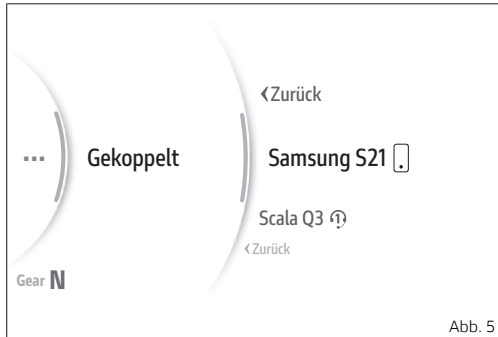

Abb. 5
- Im „Interactive Menu“ über die Tasten (1) und (2) die Angabe „Einstellungen“ markieren, dann auf ENTER (3) drücken.
- Die Angabe „Bluetooth“ markieren, dann auf ENTER (3) drücken.
- Die Angabe „Gekoppelte Geräte“ markieren, dann auf ENTER (3) drücken.
Die gekoppelten Geräte werden aufgelistet (Abb. 5 S.24). Durch Betätigen der Tasten (1) und (2) das gewünschte Gerät markieren, dann auf ENTER (3) drücken.